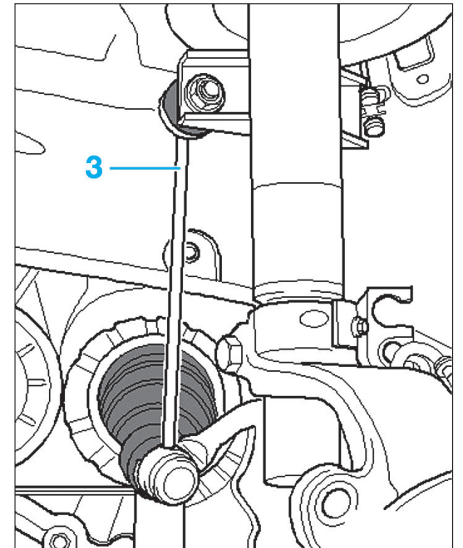

Fig. 5
- Dévisser la biellette de barre stabilisatrice (3) de l'élément de suspension (Fig.5).